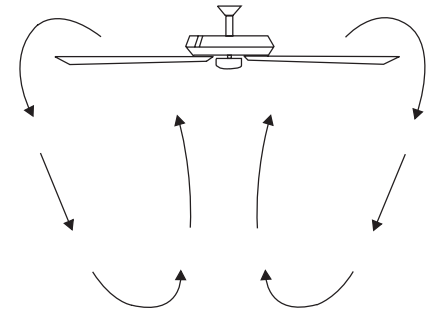

Fig. 20
**Fonctionnement par temps frais : Inverse (sens horaire).** Un flux d'air ascendant évacue l'air chaud des zones du plafond (Fig. 20). Cela vous permet de régler votre unité de chauffage sur un réglage plus froid sans affecter votre confort général.